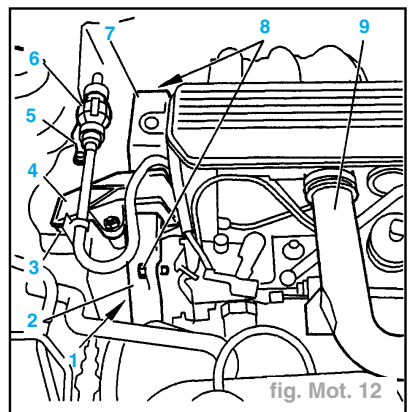

fig. Mot. 12
- Déclipper et repousser la pompe d'amorçage (6) (fig. Mot. 12).
- le support de pompe d'amorçage (5).
- la bride (4).
- la butée (3).
- l'écrou (1).
- les vis (8).
- le carter (2).
- le carter (7).
- le conduit d'air (9) (moteur atmosphérique).
- Reposer : (fig. Mot. 12) :
- les vis (8) à 2 daN.m.
- l'écrou (1) à 2 daN.m.
- placer et clipper la pompe d'amorçage (6).